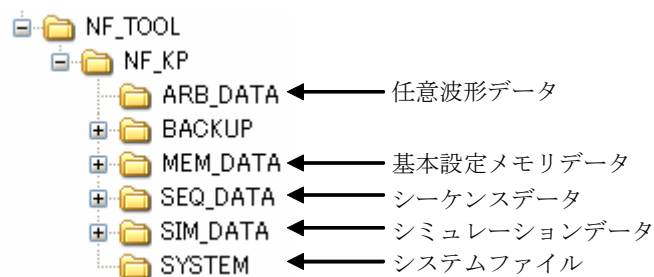

図4-23 USBメモリのフォルダ構成
USB メモリのルートフォルダには図 4-23のフォルダがあるものとします。ない場合は、USB メモリを本製品に接続した時に、自動的に作成されます。
- 図 4-23 の BACKUP フォルダ、SYSTEM フォルダはユーザが使用するフォルダではありません。本製品のファームウェアアップデート等に使用しますので、これらのフォルダやフォルダ内のファイルを消去しないでください。